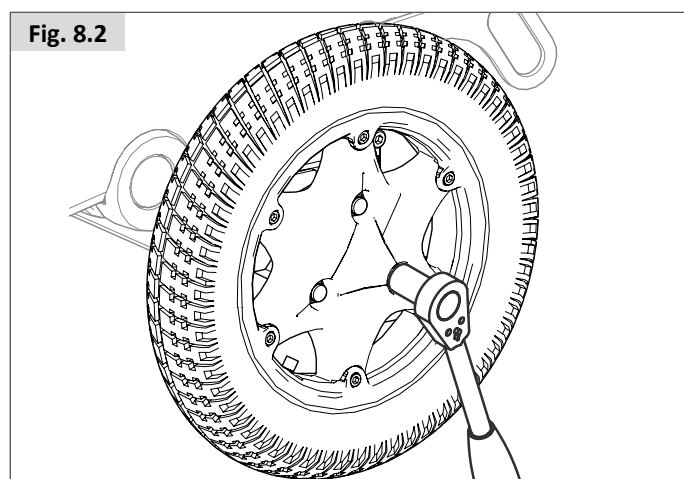

Fig. 8.2
- Utilice un casquillo de perno AF de 16mm para aflojar los 3 pernos o tuercas de seguridad (Fig. 8.2).